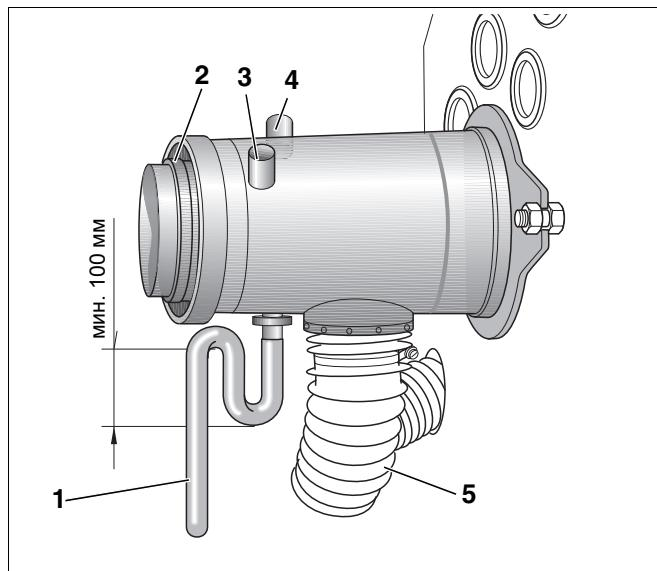
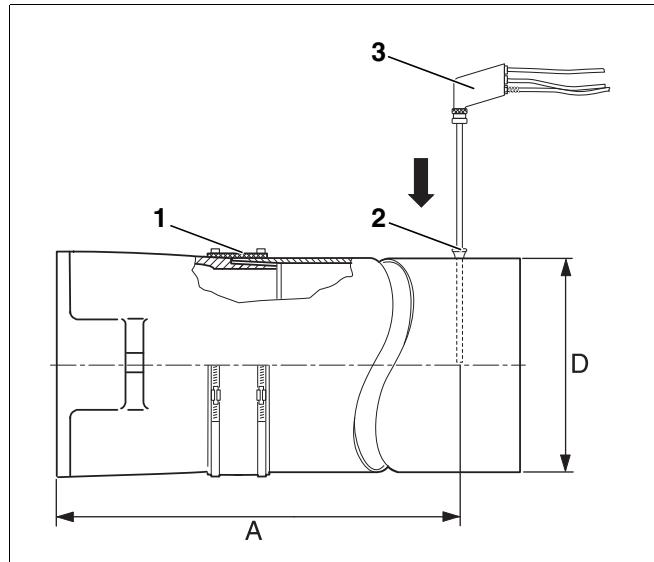

Рис. 14 Присоединительный штуцер концентрической дымовой трубы
Рис. 15 Проведение замеров
Замеры осуществляются только на присоединительном участке дымовой трубы (Рис. 15, стр. 21) или на штуцере концентрической дымовой трубы (Рис. 14).
Отверстие для замеров (муфта; Рис. 15, **поз. 2**) должна находиться на расстоянии "A" (примерно 2 диаметра дымовой трубы "D") от патрубка дымовых газов (Рис. 15). Если сразу после отопительного котла установлен отвод для соединения с дымовой трубой, то замеры нужно производить до этого отвода.
Мы рекомендуем установить уплотнительную манжету (Рис. 15, **поз. 1**) для соединения котла с дымовой трубой.
- Опустить измерительный зонд (Рис. 15, **поз. 3**, стр. 20) в центр потока (середина трубы), здесь дымовые газы имеют наивысшую температуру.